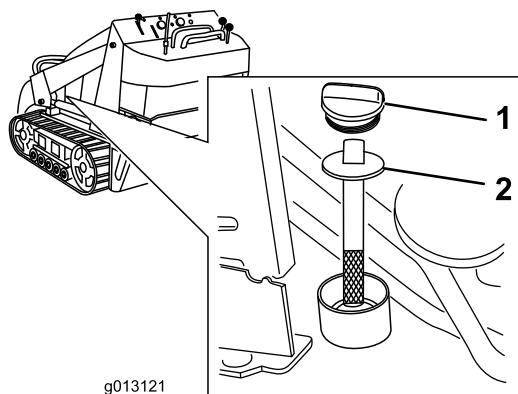

Figure 17
5. Nettoyez la surface autour du goulot de remplissage du réservoir hydraulique (Figure 17).
6. Enlevez le bouchon du goulot de remplissage et vérifiez le niveau de liquide sur la jauge (Figure 17).